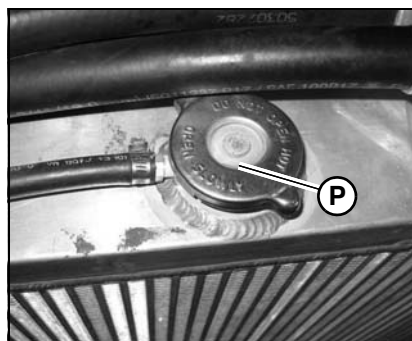

Figura 102 – Tapa del radiador
3. Afloje lentamente la tapa del radiador (P, Figura 102) y deje que salga la presión. Retire la tapa.